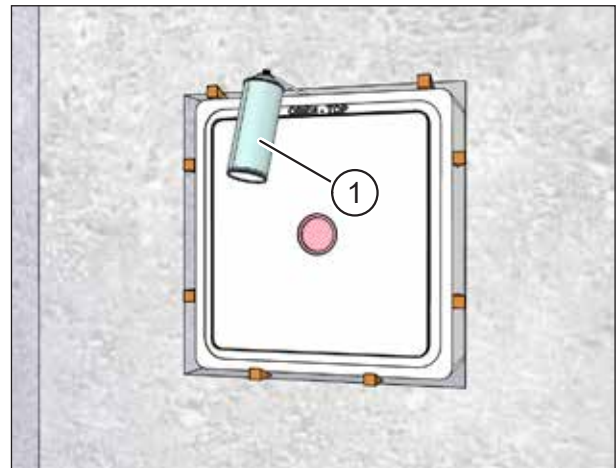

Abb. 17: Hohlräume um den Mauerkasten einschäumen
- ▶ Füllen Sie die Hohlräume zwischen Mauerkasten und Mauerdurchbruch umlaufend und durchgängig mit Montageschaum (Pos. 1 in Abb. 17) oder mit anderen geeigneten Füllmaterialien.